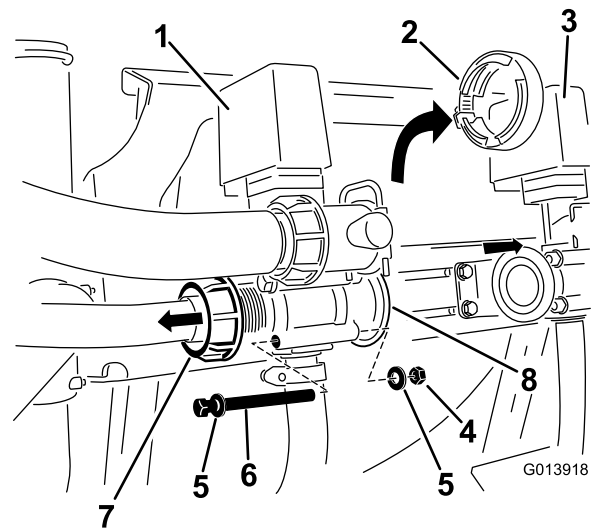

Figura 4
4. Afloje la tuerca que sujeta la manguera de agitación al cuerpo de la válvula de agitación. Afloje la tuerca para poder retirar los herrajes del cuerpo de la válvula (Figura 4).
6. Retire el adaptador del cuerpo de la válvula (Figura 4).